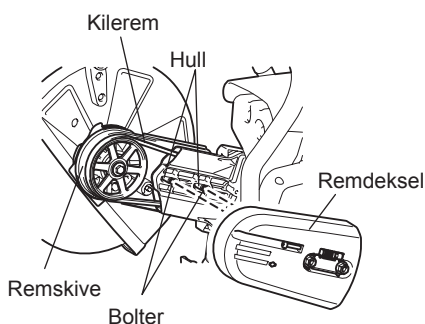

Fig. 6
- Snu sagbladet som ble fjernet, før bolten gjennom hullet og monter det igjen i posisjon B. Monter kileremmen på remskiven igjen. (Fig. 6)